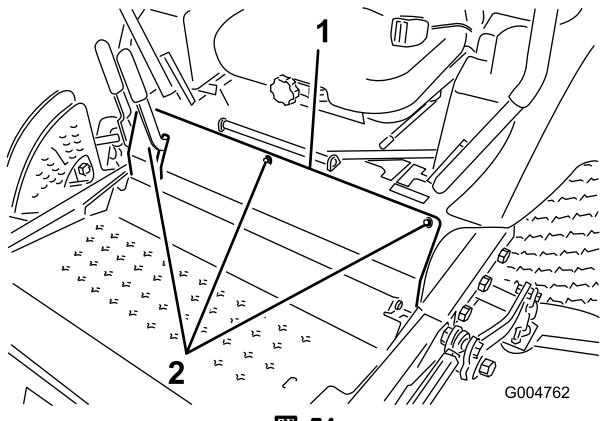

図 54
- 前パネルを止めているボルトを外して前パネルを外す(図 54)。